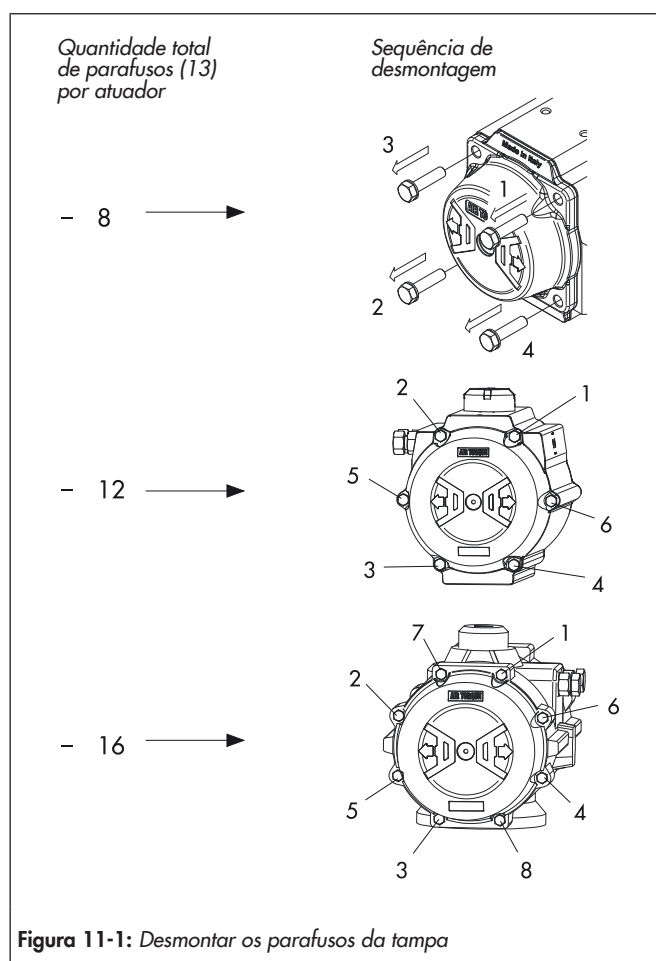

Figura 11-1: Desmontar os parafusos da tampa
- ⇒ Observar a sequência de desmontagem dos parafusos da tampa, ver Figura 11-1.
⇒ Libertar a compressão das molas. Ao fazê-lo, desapertar parcialmente cada parafuso da tampa (13) numa volta, de acordo com a sequência mostrada na Figura 11-1, pelo número de voltas especificado na Tabela 11-1.